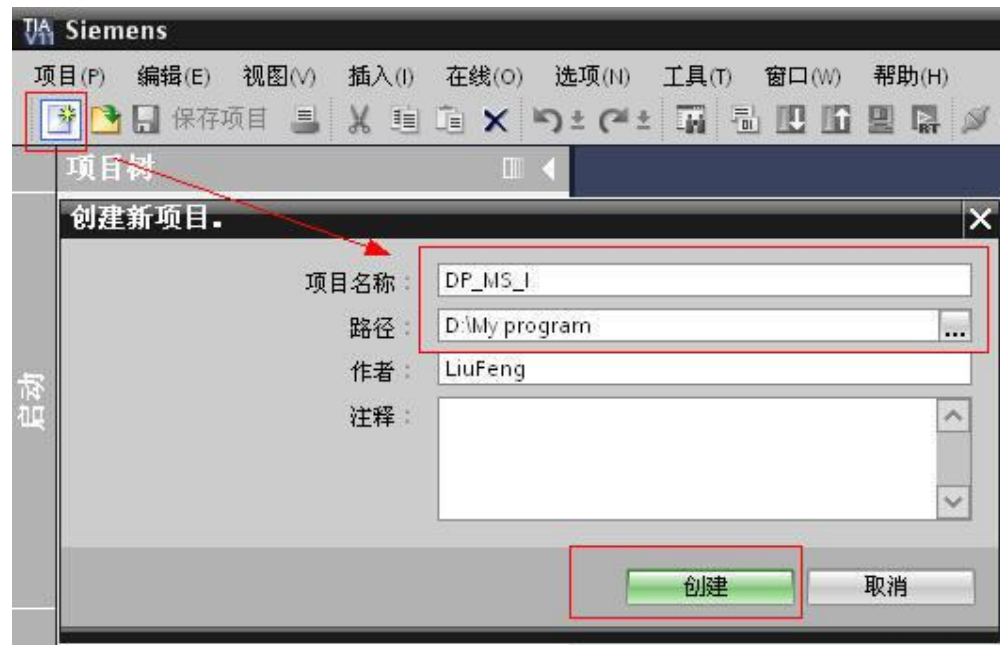

图 2-1 创建项目
- 1) 打开 STEP7 V11 软件，点击“新建项目”输入项目名称，设置项目文件存储路径；点击“创建”，完成项目创建，如图 2-1